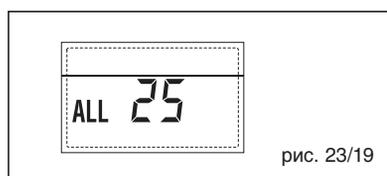

рис. 23/19
– НЕПОЛАДКА ВСПОМОГАТЕЛЬНОГО ДАТЧИКА (S3) “ТРЕВ. 26” (рис. 23/20)